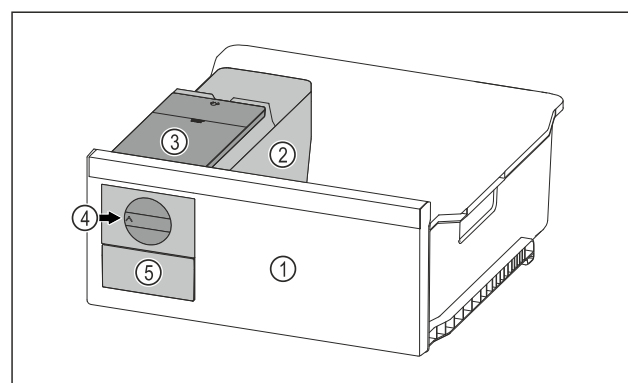

Fig. 109 Voorbeeld
- Draaiknop Fig. 109 (4) rechtsonder tot aan de aanslag draaien.
- Ijsblokjes vallen uit de ijsblokjeschaal in de ijsblokjeslade Fig. 109 (5).